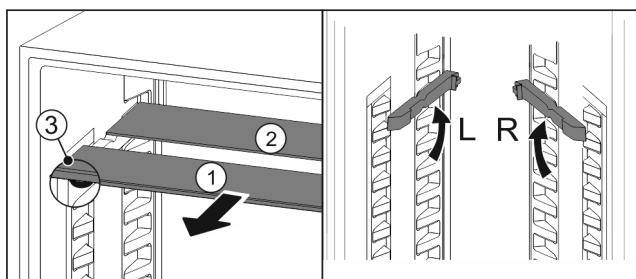

Fig. 86
- Izvucite Fig. 86 (1) staklene ploče jednu po jednu prema naprijed.
- Staklena ploča Fig. 86 (1) s ukrasnom letvicom nalazi se sprijeda.
- Zaustavljači Fig. 86 (3) su usmjereni prema dolje.